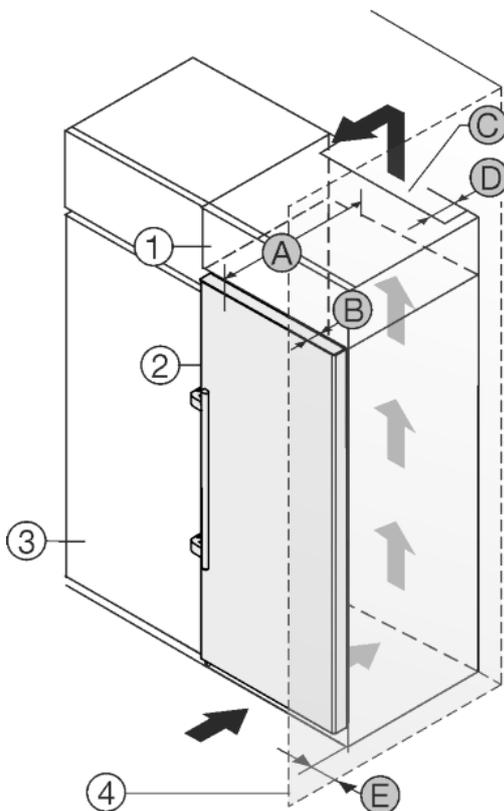

Fig. 22
Das Gerät kann mit Küchenschränken umbaut werden. Um das Gerät *Fig. 22 (2)* der Küchenzeilenhöhe anzugleichen, kann über dem Gerät ein Aufsatzschrank *Fig. 22 (1)* angebracht werden.
Das Gerät kann direkt neben dem Küchenschrank *Fig. 22 (3)* aufgestellt werden. Um die Türe vollständig öffnen zu können, muss das Gerät um die Tiefe *Fig. 22 (B)* gegenüber der Küchenschrankfront vorstehen. Abhängig von der Tiefe der Küchenschränke und Verwendung von Wandabstandshaltern kann das Gerät weiter herausragen.
- An der Rückseite des Aufsatzschrankes muss ein Abluftschacht mit der Tiefe *Fig. 22 (D)* über die gesamte Aufsatzschrankbreite vorhanden sein.
- Unter der Raumdecke muss der Entlüftungsquerschnitt *Fig. 22 (C)* eingehalten werden.
Wenn das Gerät mit den Scharnieren neben einer Wand *Fig. 22 (4)* aufgestellt wird, muss der Abstand *Fig. 22 (E)* zwischen Gerät und Wand eingehalten werden. Dies entspricht dem Griffüberstand bei geöffneter Tür.